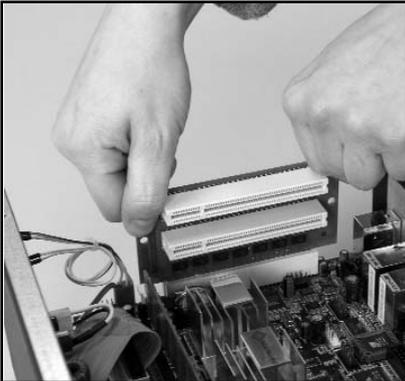

Bild 4
3. Stecken Sie die Raiser Karte vorsichtig mit beiden Händen in den PCI Steckplatz (Siehe Bild 4). Lösen Sie die Kreuzschraube mit einem Schraubendreher und entfernen Sie das Slotblech (Siehe Bild 5)